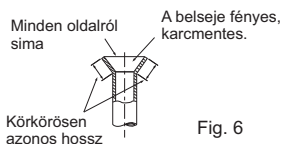

Fig. 6
- Hasonlítsa össze a kész peremet a jelzettel, lásd Fig. 6.